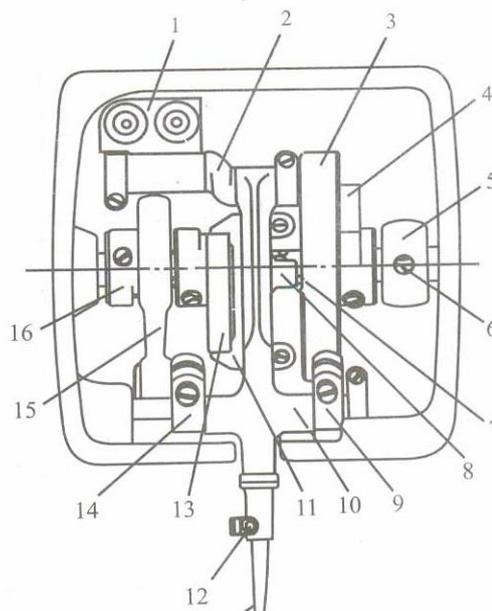

Рис. 6
(1) Грубая регулировка эксцентрикового кулачка (рис. 6)